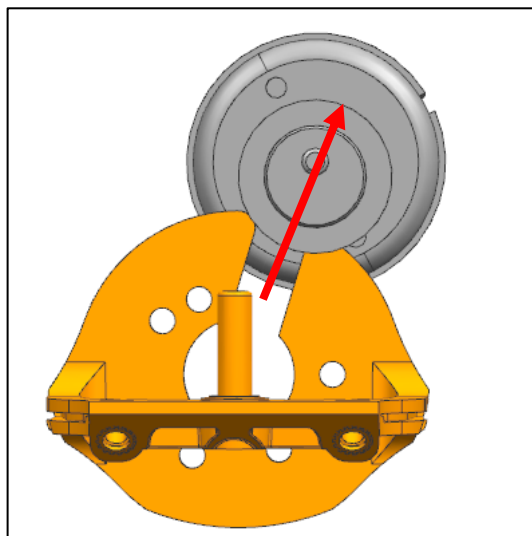

Abb. 29
- a) Schieben Sie den Motorhalter (Abb. 29) zwischen den Exzenter und dem Motor.